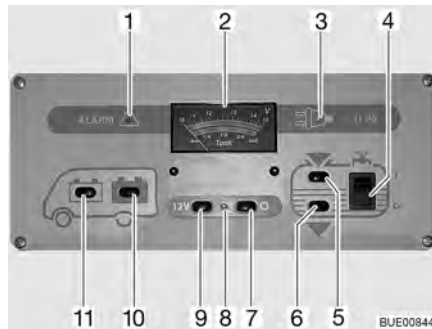

Fig. 133 Panel IT 96-2
El interruptor principal de 12 V (Fig. 133,7 y 9) conecta y desconecta el panel y la alimentación de 12 V del habitáculo.
**Conectar:** ■ Pulsar el interruptor (Fig. 133,9) "12 V": La alimentación de 12 V del habitáculo está conectada. La luz de control (Fig. 133,8) se enciende de color verde.
**Desconectar:** ■ Pulsar el interruptor (Fig. 133,7) "O": La alimentación de 12 V del habitáculo está desconectada. La luz de control (Fig. 133,8) se apaga.
Observar la escala superior del instrumento indicador V/depósito (Fig. 133,2). El instrumento indicador se ilumina automáticamente al accionar el interruptor.
- Pulsar el interruptor (Fig. 133,11) "🔋": Indica la tensión de la batería del motor de arranque.
- Pulsar el interruptor (Fig. 133,10) "🔋": Indica la tensión de la batería del habitáculo.
Observar la escala inferior del instrumento indicador V/depósito (Fig. 133,2). El instrumento indicador se ilumina automáticamente al accionar el interruptor.
- Pulsar el interruptor (Fig. 133,5) : Indica la cantidad de agua.
- Pulsar el interruptor (Fig. 133,6) : Indica la cantidad de aguas residuales.
- Pulsar el interruptor basculante (Fig. 133,4) por arriba "I": El suministro de agua está conectado.
- Pulsar el interruptor basculante (Fig. 133,4) por abajo "O": El suministro de agua está desconectado.
La luz roja de "ALARMA" (Fig. 133,1) parpadea en cuanto la tensión de la batería del habitáculo baja de 11 V (medición durante el servicio) y hay peligro de descarga completa.
Se enciende la luz de control de 12 V (Fig. 133,8) cuando se conecta el interruptor principal de 12 V (Fig. 133,9).
Se enciende la luz de control de 230 V (Fig. 133,3) amarilla cuando hay tensión de red en la entrada del bloque eléctrico.